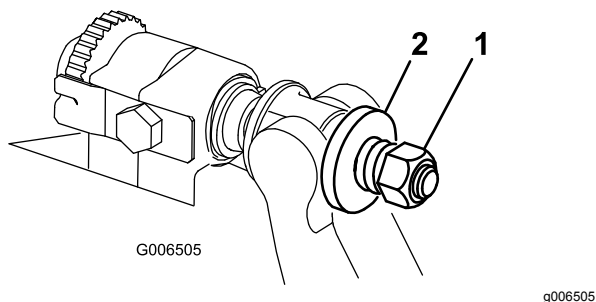

Figure 32
- Serrez l'écrou de tension du ressort jusqu'à ce que les spires soient jointives, puis desserrez-le de 1/2 tour (Figure 32).
- Serrez l'écrou sur chaque vis de réglage de la barre d'appui jusqu'à ce que le ressort de compression soit complètement comprimé, puis desserrez l'écrou de 1/2 tour (Figure 32).